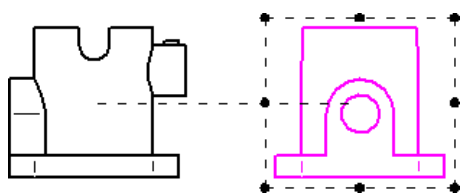
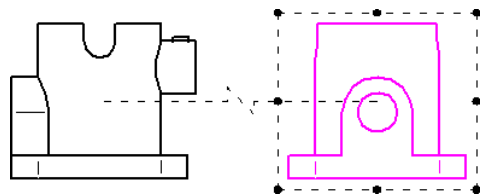

图 4.3.9 保持对齐
图 4.3.10 取消保持对齐
Step2. 取消对齐。在图形区中单击左视图要移动的视图，此时会显示图 4.3.9 所示的对齐线，在该视图边界上右击，然后在弹出的快捷菜单中选择 保持对齐 命令，此时将取消其默认的对齐关系，此时图纸显示如图 4.3.10 所示。